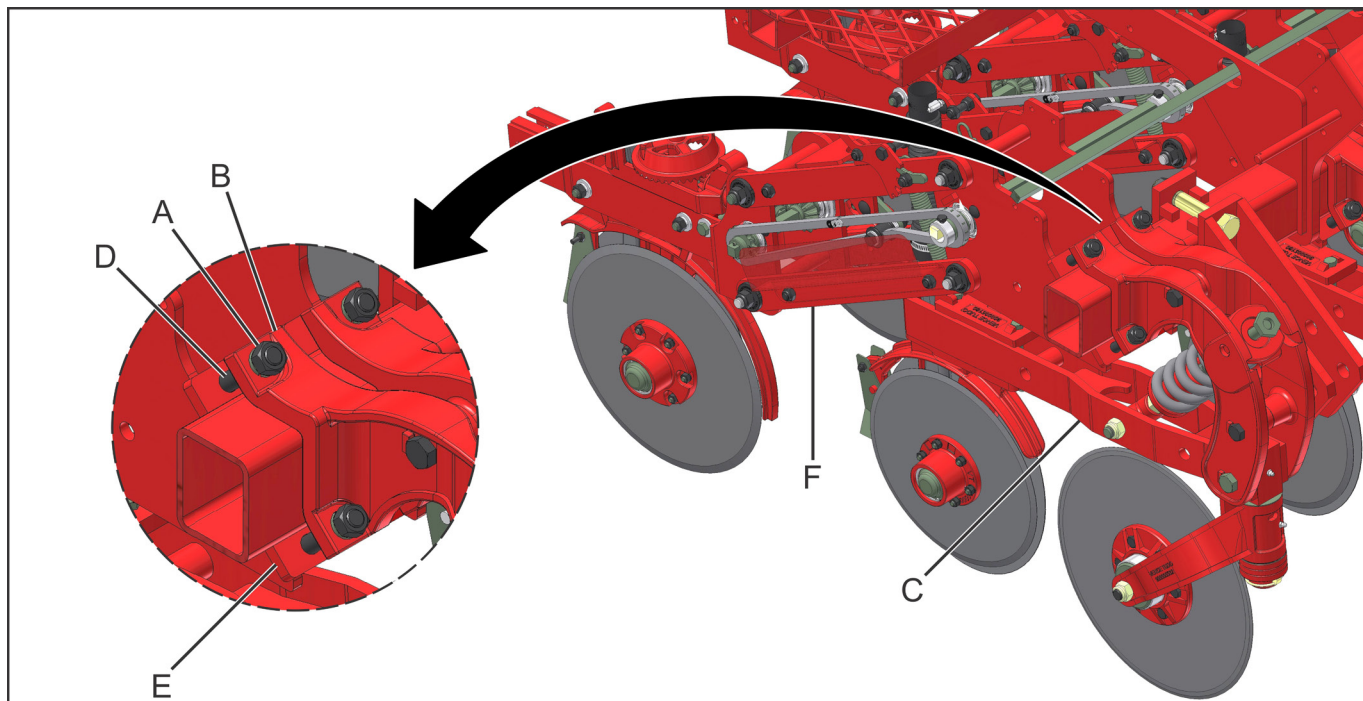

fig. 05
- 4- Desaperte as porcas (A) (fig. 05) das abraçadeiras do suporte (B) da linha de adubo (C). Após, desaperte os parafusos (D) do batente (E);
- 5- Desloque o conjunto inteiro da linha de adubo (C) e da linha de semente (F), conforme o espaçamento desejado;
- 6- Reaperte os parafusos (D) e porcas (A), para ajustar o espaçamento desejado;